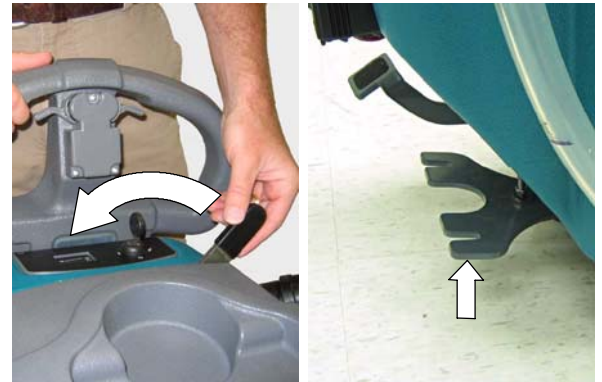

図 2
2. スクイージーリフトレバーを右に移動し、スクイージー取り付けブラケットを上げてください (図 2)。